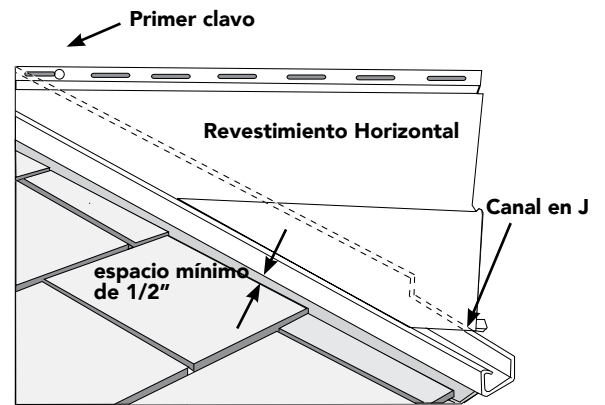

Figura 32
- Sujete el clavo, tornillo o grapa que esté más cerca de la línea del techo en el extremo más lejano de la ranura del dobladillo de clavado, para garantizar que el revestimiento se expanda fuera del canal en J (Figura 32).